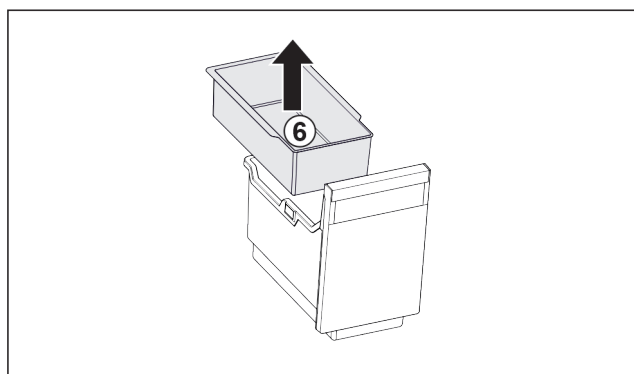

Fig. 85
- ▶ Vyjměte závěsnou misku Fig. 85 (6).